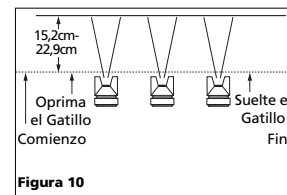

Figura 10
3. Oprima el gatillo adecuadamente. Comience a mover la pistola ANTES DE OPRIMIR EL GATILLO y deje de oprimirlo ANTES DE PARAR DE MOVERLA. Este procedimiento le permitirá que el acabado sea parejo sin dejar rastros de donde se unen las diferentes manos de pintura (Vea la Figura 10).